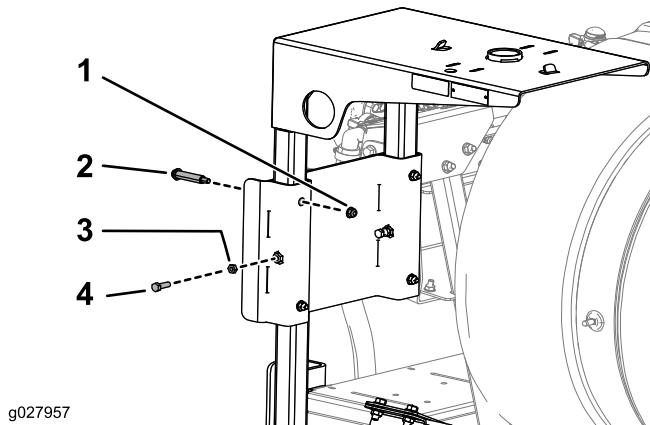

Figura 6
- Inserite il telaio del piano del cilindro nelle fessure presenti sulla staffa di supporto del piano del cilindro servendovi di 4 bulloni di spallamento, 4 dadi flangiati (5/16-18 poll.), 2 bulloni (5/16-18 x 1 poll., GR5) e 2 controdadi (5/16-18 poll.) come illustrato in Figura 6.